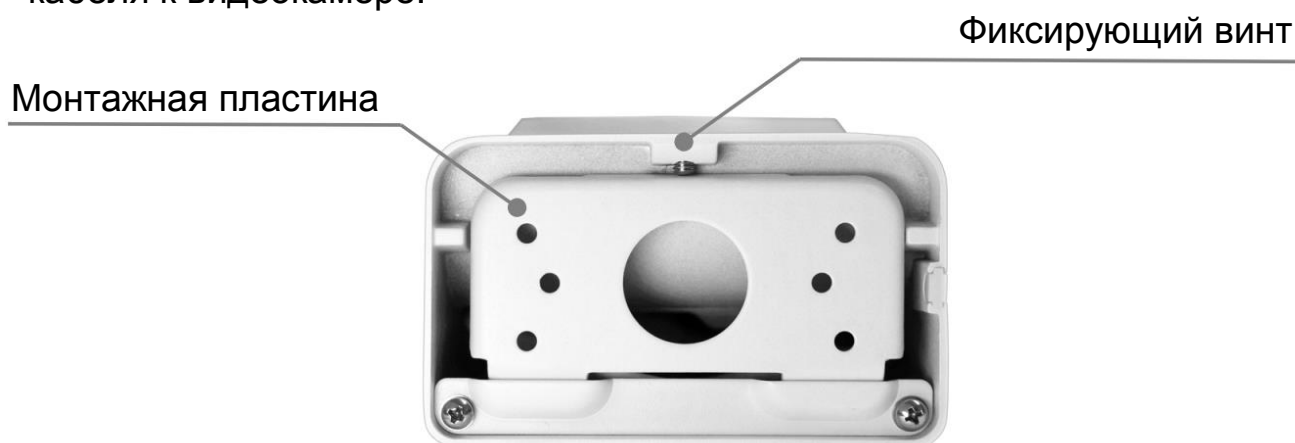

Рисунок 5.5 – Настенный кронштейн
1. Ослабьте фиксирующий винт и отсоедините монтажную пластину от кронштейна (Рисунок 5.5).